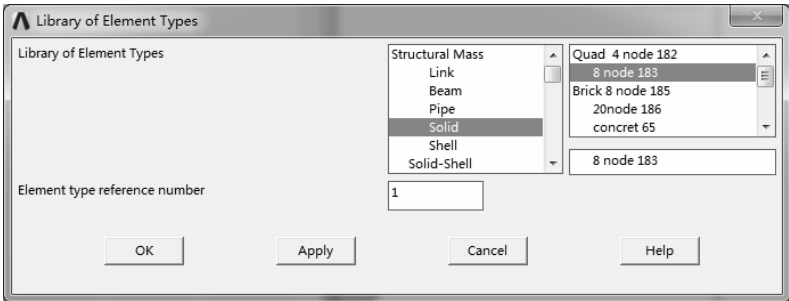

图 3-56 “Library of Element Types”对话框
- 4) 单击“Add...”按钮，弹出“Library of Element Types”对话框，左侧列表框显示的是单元的分类，右侧列表框为单元的特性和编号，如在左侧列表框中选择“Solid”，在右侧列表框中选择“Quad 8 node 188”，在“Element type reference number”文本框中输入单元参考号，默认为“1”，如图 3-56 所示，单击“OK”按钮。然后单击“Element Types”对话框的“Close”按钮完成。